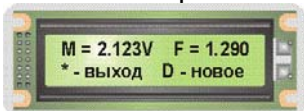

Рис. 9.11. Вид ЖКИ БУК в режиме «Калибровка»
по истечении времени, равного установленному периоду измерения, в память БУК запишутся новые значения параметров сигнала (амплитуды (M) и частоты (f)), которые высветятся на ЖКИ БУК в виде, приведенном на рис. 9.11.
- если значения записанных в память прибора параметров (рис. 9.11) не отличаются от значений п. 2 таблицы 4.1 паспорта прибора (ПС114**.000-03) более чем на $\pm 30\%$, то необходимо записать полученные значения параметров в п. 3 таблицы 4.1 паспорта прибора (ПС114**.000-03).
9.2.5.2.3. Ввести пароль «31284», после чего на ЖКИ высветится сообщение, приведенное на рис. 9.11.
После отпускания кнопки «ВВОД» сжатый воздух подается еще в течение 3-х секунд, в течение которых в память влагомера записываются новые, усредненные за 3с, значения параметров сигнала, которые высветятся на ЖКИ БУК в виде, приведенном на рис. 9.11;
9.2.5.2.5. Зафиксировать значения параметров сигнала (амплитуды (M) и частоты (f)), которые высветятся на ЖКИ БУК (см. рис. 9.11).
- в соответствии с указаниями 9.2.5.2.2 - 9.2.5.2.4 записать в память прибора параметры сигнала (амплитуды (М) и частоты (f)), которые высветятся на ЖКИ БУК в виде, приведенном на рис. 9.11.
- Если значения записанных в память прибора параметров (рис. 9.11) не отличаются от значений п. 2 таблицы 4.1 паспорта прибора (ПС114**000-03) более чем на $\pm 50\%$, то необходимо записать полученные значения параметров в п. 3 таблицы 4.1 паспорта прибора (ПС114**000-03);
- записать значение частоты (f), высвечиваемое на ЖКИ (см. рис. 9.11);